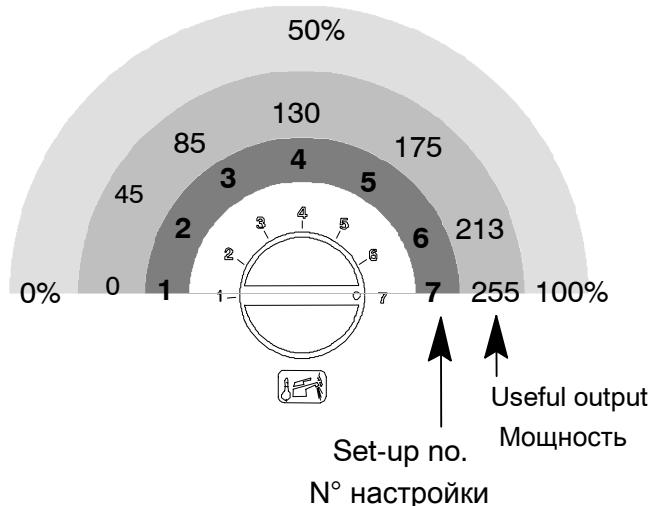
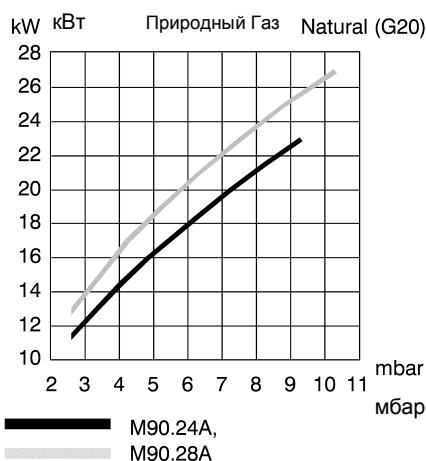

Fig. 6.11
Fig. 6.12
2. To change the set parameters, turn the sanitary temperature adjustment knob to the required position (ex.: in Fig. 6.11 the knob is set to position 7, see also the tables on the boiler handbook, chapter *Gas adjustment check and Fig. 6.12, Fig. 6.13*); blockage signal LEDs will flash quickly
2. Для изменения настройки, повернуть рукоятку регулирования температуры ГВС в правильное положение (пример: на Fig. 6.11 рукоятка установлена на седьмую позицию, смотреть также таблицы в руководстве бойлера Глава *Проверка настройки газа Fig. 6.12, Fig. 6.13*), при этом быстро мигает сигнальная лампа блокировки.